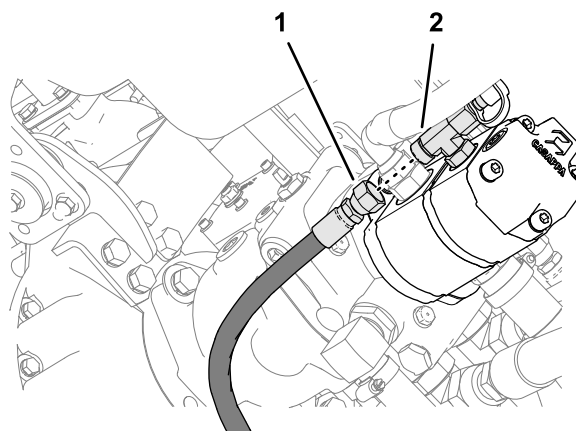

Figure 60
1. Débranchez le flexible de pression du distributeur de direction sur le raccord en T du côté gauche de la pompe hydraulique (Figure 60).